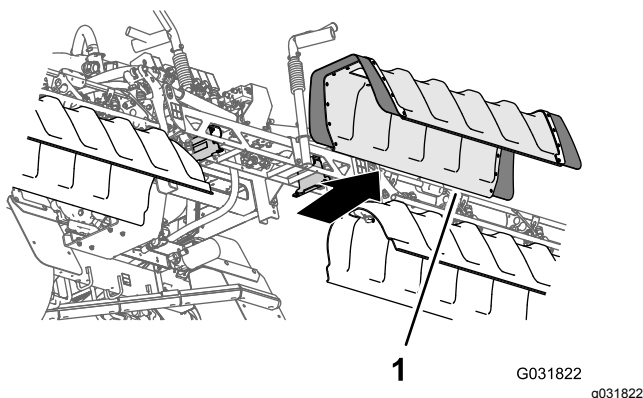

Figura 40
- Rimuovete la copertura della sezione centrale dalla macchina (Figura 40).